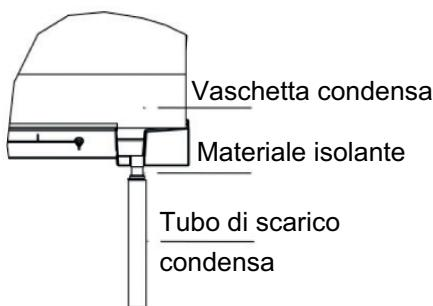

Fig. 19
- Inserire il tubo di scarico sull'uscita di scarico dell'Unità, poi stringere saldamente la fascetta tramite nastro (Fig. 19).